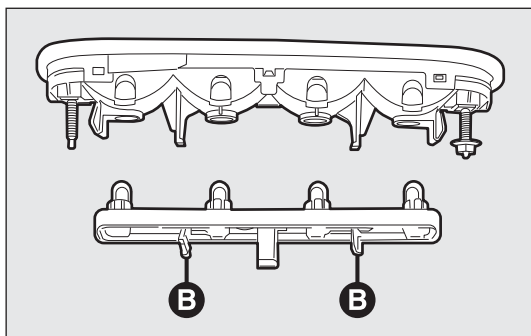

fig. 202
- agendo in modo contrapposto sulle alette B-fig. 202 estrarre il portalampe;